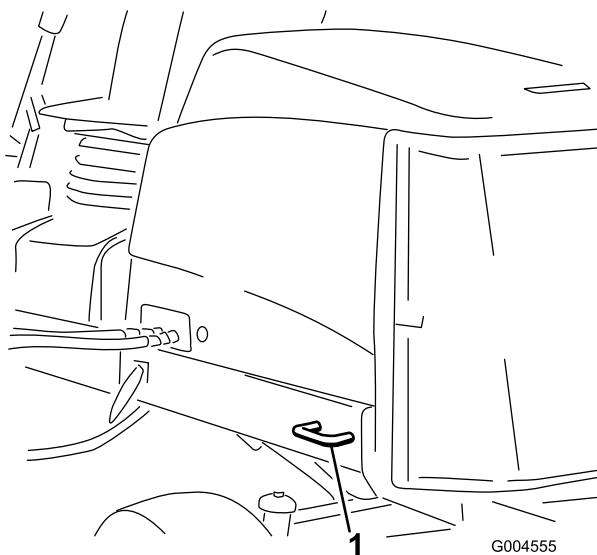

図 61
- 機体の後側**車両の左右側それぞれの後フレーム **図 61**。